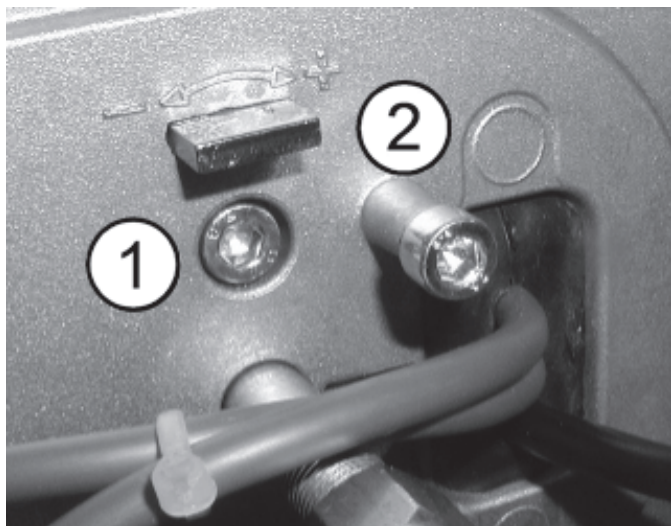

Abb. 12: Einstellung der Rezirkulation
Legende zu Abb. 12:
- ➔ Entfernen Sie die Schraube am Druckmessnippel ② (s. Abb. 12).